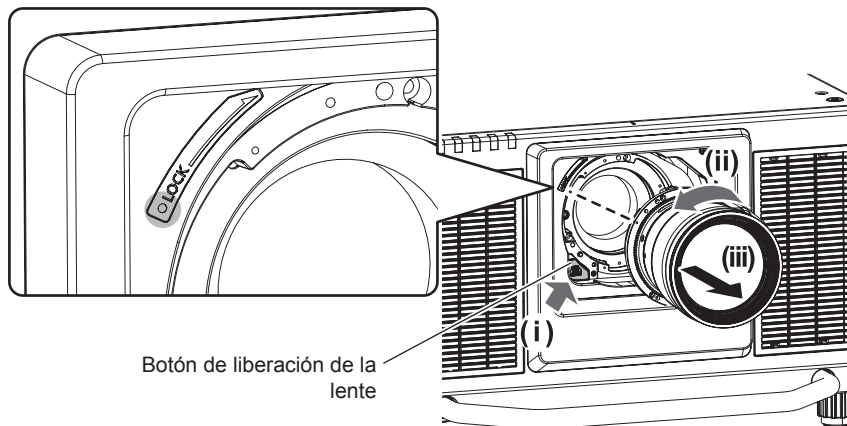

Figura 1
- 2) **Retire la lente de proyección girándola hacia la izquierda mientras que pulsa el botón de liberación de la lente. (Figura 1)**